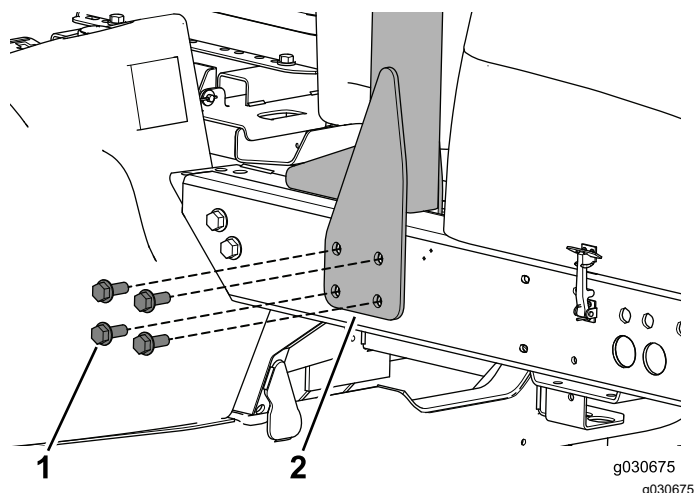

Figura 8
1. Retire los pernos que sujetan la barra antivuelco al lado izquierdo de la máquina (Figura 8).